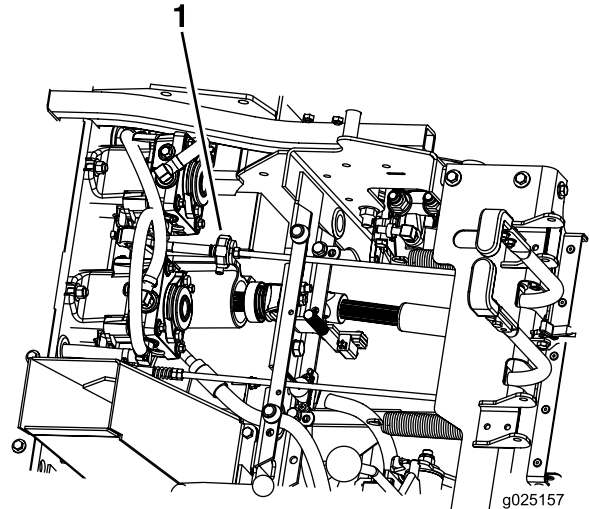

Figura 50
6. Compruebe que la máquina no se desplaza en punto muerto con el freno de estacionamiento quitado (Figura 50).